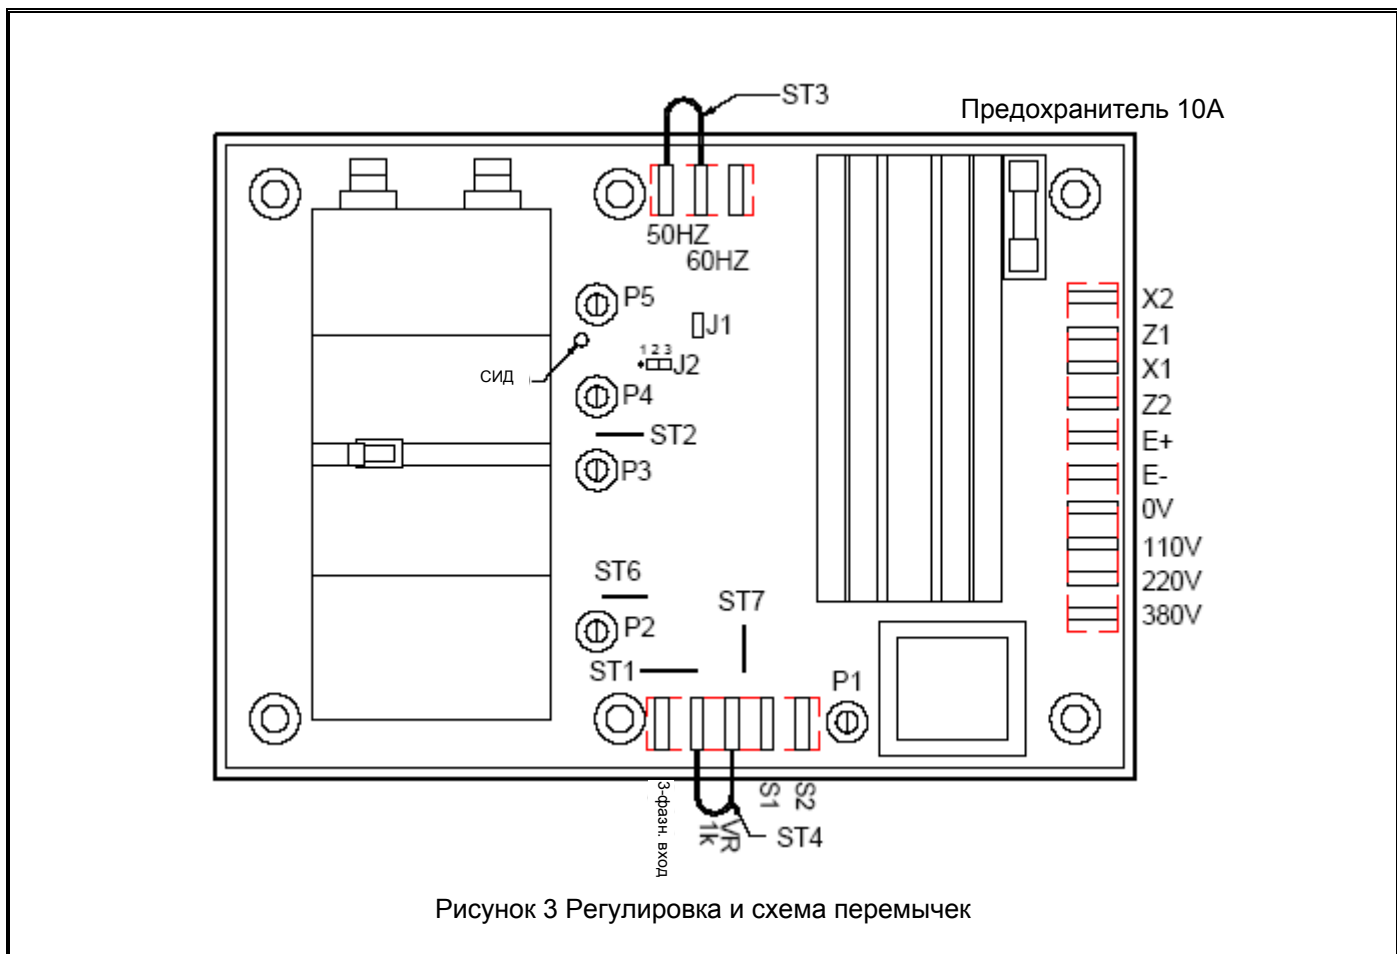

Рисунок 3 Регулировка и схема переключек
1. Когда мощность возбуждения обеспечивается трехфазным входом, соединить X2, X1, Z2. См. Рисунок 3.